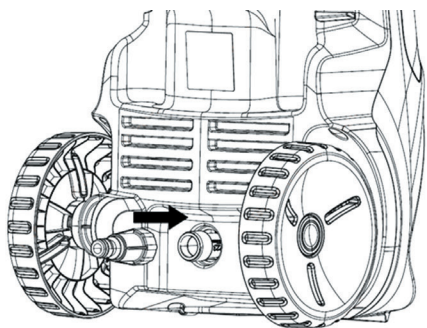

Рис. 9
8. Установите быстросъемный коннектор с фильтром тонкой очистки воды на входной штуцер мойки, закрутив его по часовой стрелке (рис.9).